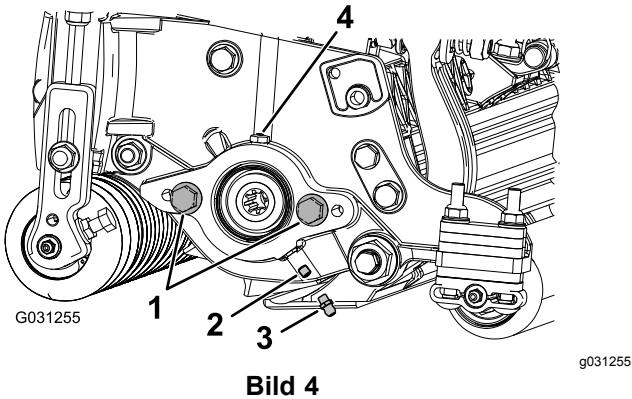

Bild 4
1. Entfernen Sie die Stellschraube an der Seitenplatte des Spindelmotors und werfen sie weg (Bild 4).
2. Bringen Sie den geraden Schmiernippel an (Bild 4).
2. Wenn die Seitenplatte des Spindelmotors keine Kopfschrauben hat, befestigen Sie sie (Bild 4).